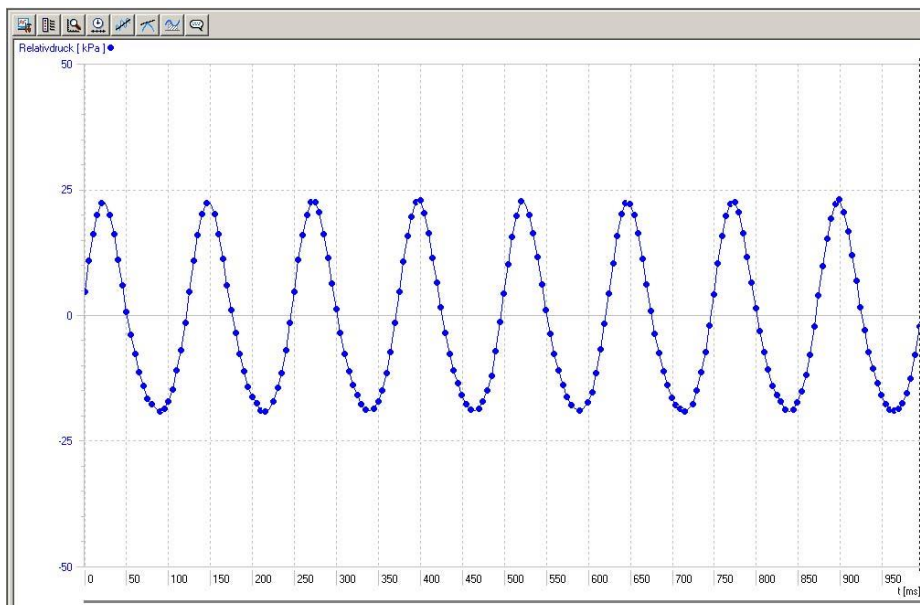

Fig. 2 Andamento della pressione nel motore Stirling 1002594
- Analizzare la curva di misurazione (fig. 2).